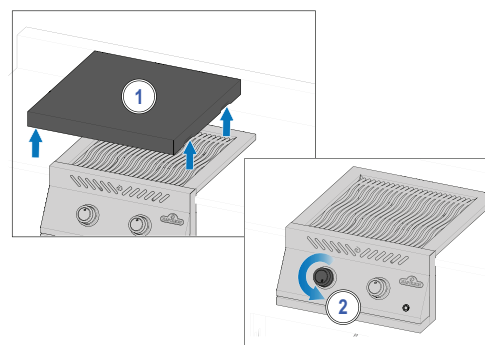

Fig. 2
4. Si le brûleur ne s'allume pas - tournez le bouton de commande du brûleur dans le sens horaire jusqu'à la position OFF. Attendez 5 minutes. Répétez les étapes 2 et 3. (**Fig. 2**).